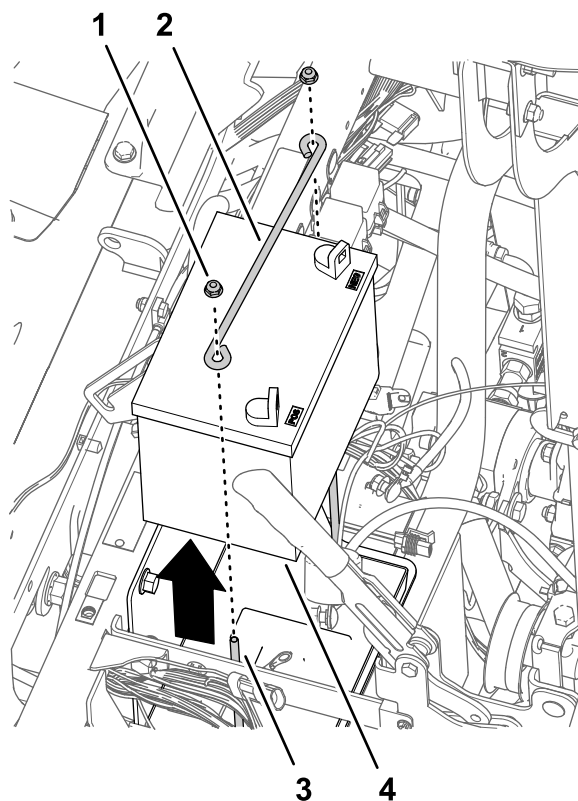

Рисунок 171
4. Установите крышку, снятую при выполнении пункта 2 в разделе Демонтаж рулевого колеса (страница 82), на рулевое колесо (Рисунок 171).
1. Выверните 2 фланцевые контргайки и снимите прижимной стержень с 2 крючковых болтов, которые крепят аккумуляторную батарею к кронштейну аккумуляторной батареи машины (Рисунок 171).
2. Снимите аккумулятор с машины (Рисунок 171).